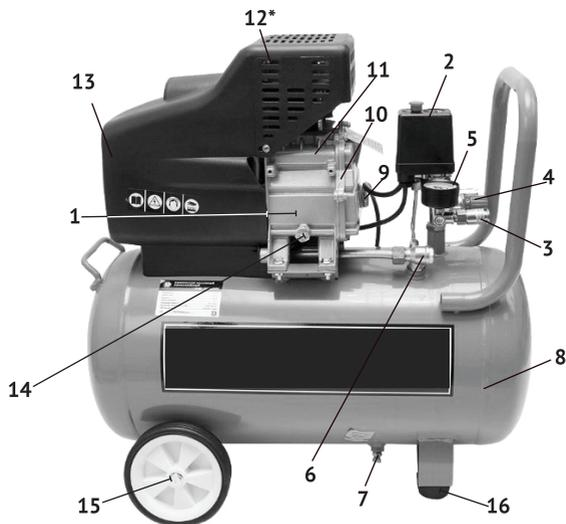
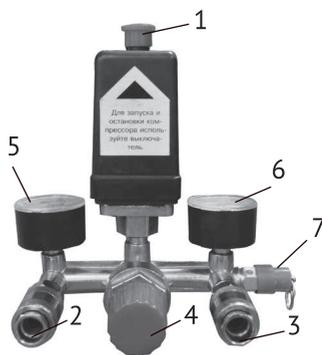

рис. 1
рис. 3
4.1 Общий вид компрессора схематично представлен на рис.1
4.2 Картер компрессорной группы (рис.1 поз.1) с двигателем закреплены на металлическом корпусе ресивера (рис.1 поз.8). Двигатель закрыт пластиковым кожухом (рис.1 поз.13). Вращение якоря двигателя преобразуется кривошипно-шатунным механизмом в возвратно-поступательное движение поршня. Сжатый воздух из выпускного клапана цилиндра подаётся в ресивер. При подключении к быстроразъёмным выходным штуцерам (рис.1 поз.3) коллектора пневмоинструмента, сжатый воздух подаётся к инструменту. Выходное давление в штуцерах регулируется редуктором (рис.1 поз.4) и контролируется манометрами.
При подключении компрессора к сети питания, убедитесь что, выключатель реле давления (рис.3 поз.1) находится в позиции «Выкл», положение «Нажато». Запустите компрессор, переведя выключатель в позицию «Вкл», положение «Отжато». Для обеспечения хорошей работы компрессора при первом запуске рекомендуется оставить компрессор работающим в течение 5 - 8 минут с полностью открытыми выходными штуцерами (рис.3 поз.2,3) и редуктором (рис.3 поз.4), после чего откройте вентиль слива конденсата (рис.1 поз.7), находящийся снизу ресивера и слейте конденсат. После первых 5-ти часов работы компрессора проверьте крепление винтов головки цилиндра и кожуха двигателя (рис.1 поз.13).
При полностью открытом редукторе (рис.3 поз.4), в выходные штуцера (рис.3 поз.2 и 3) подаётся давление из ресивера. Оба манометра (рис.3 поз.5 и 6) показывают давление в ресивере. Выходное давление в штуцере (рис.3 поз.2) регулируется редуктором (рис.3 поз.4) и контролируется манометром (рис.3 поз.5).
Так же компрессор оснащён предохранительным клапаном (рис.3 поз.7) для ограничения максимального давления в ресивере.
7.3 По окончании работы полностью сбросьте давление, открыв выходные штуцера (рис.3 поз.2 и 3).
- открутить пробку маслозаливной горловины (рис.1 поз.10);
- открутить пробку-болт маслосливного отверстия (рис.1 поз.14);
- через воронку залить новое масло, контролируя уровень через окно (рис.1 поз.9);